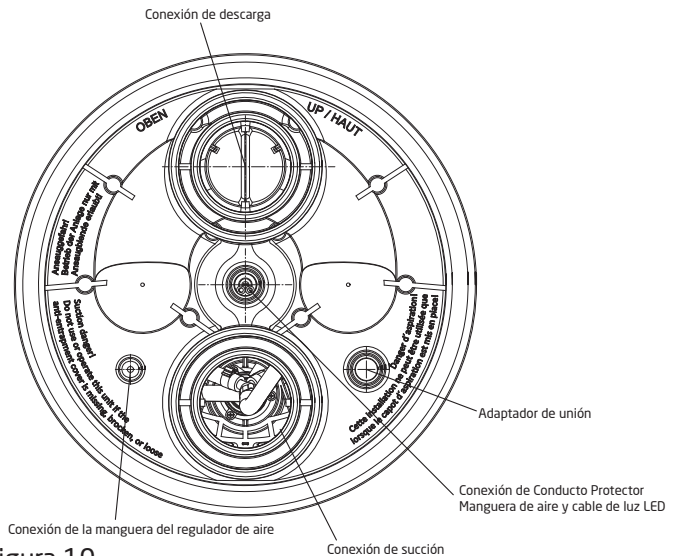

Figura 10
2. Instale el conducto protector (ver la figura 10 en la página 43 y la figura 14 en la página 45):
### 3. Instale la carcasa del regulador de aire (ver la figura 10 en la página 43 y la figura 14 en la página 45)
**PRECAUCIÓN:** Colocar el conector de descarga directamente **ARRIBA** de la conexión de succión. Los conectores de succión y descarga deben ser exactamente verticales o de lo contrario los mangos de acero inoxidable no se alinearán correctamente. (Ver Figura 10)